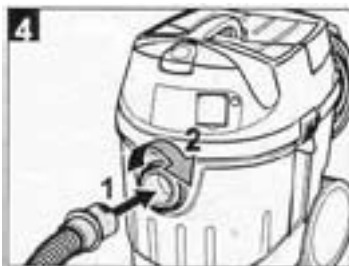

Abb. 4
- Bringen Sie den Schlauch durch Einstecken und drehen des Bajonettschlusses an (Abb. 4)